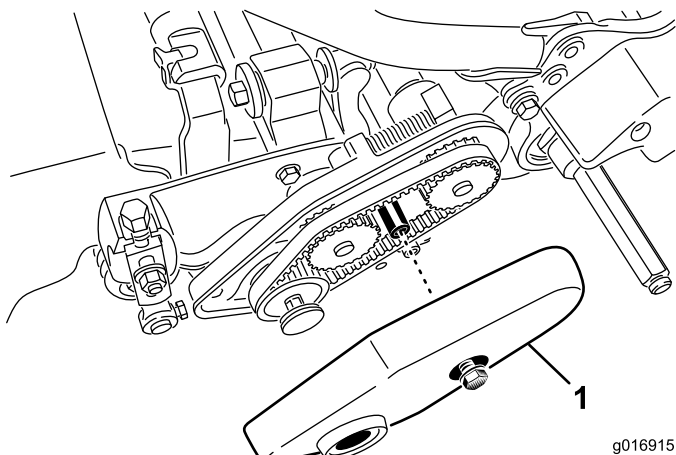

Рисунок 13
2. Ослабьте фланцевый болт крепления кожуха ремня и снимите кожух ремня для обеспечения доступа к ремню (Рисунок 13).